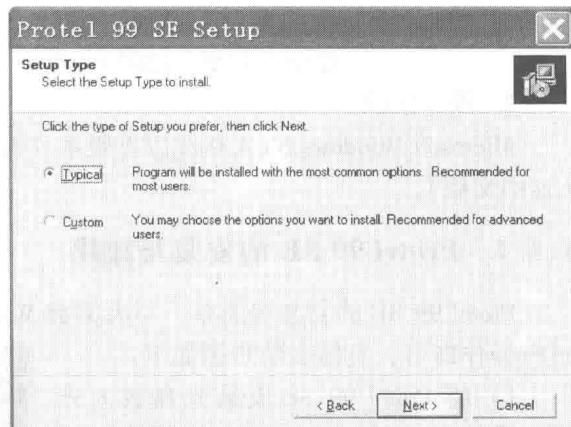

图 1-11 选择安装类型
4) 这时会进入选择安装类型界面，如图 1-11 所示，一般选择 Typical（典型安装）。单击 Next 按钮进入下一步。